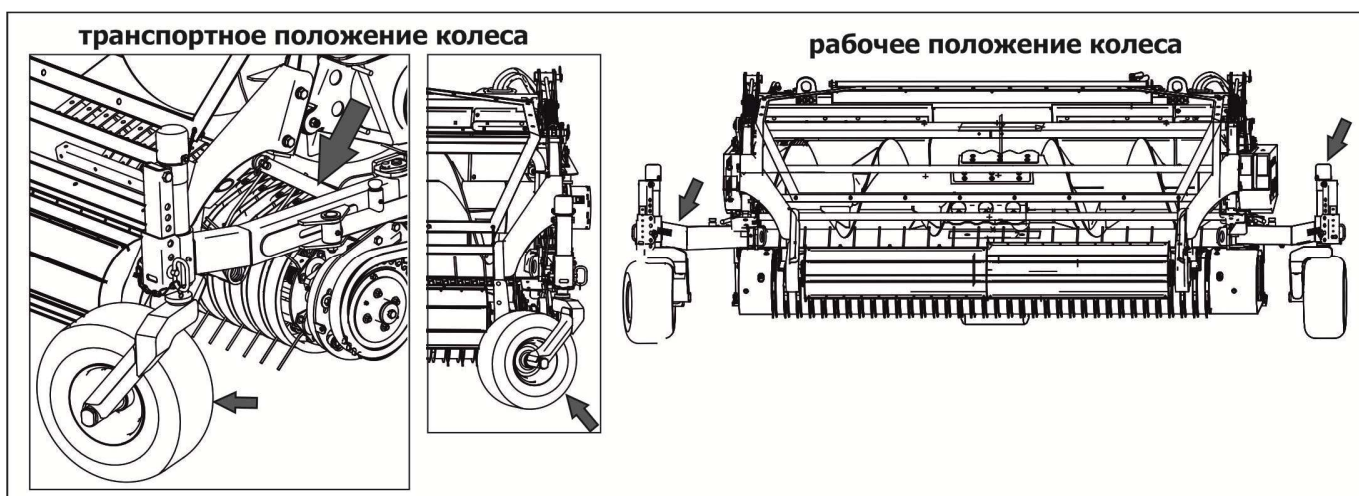

Рисунок 6.2
- 1) перевести флюгерные колеса в рабочее положение (рисунок 6.2);